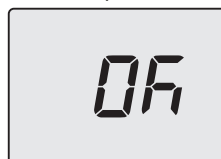

Figura 5.36
- Premendo il tasto 13 (Figura 5.29) si ottiene la conferma del valore inserito. Il display visualizzerà per 5 sec. quanto segue (Figura 5.36) poi, si porterà al livello superiore.